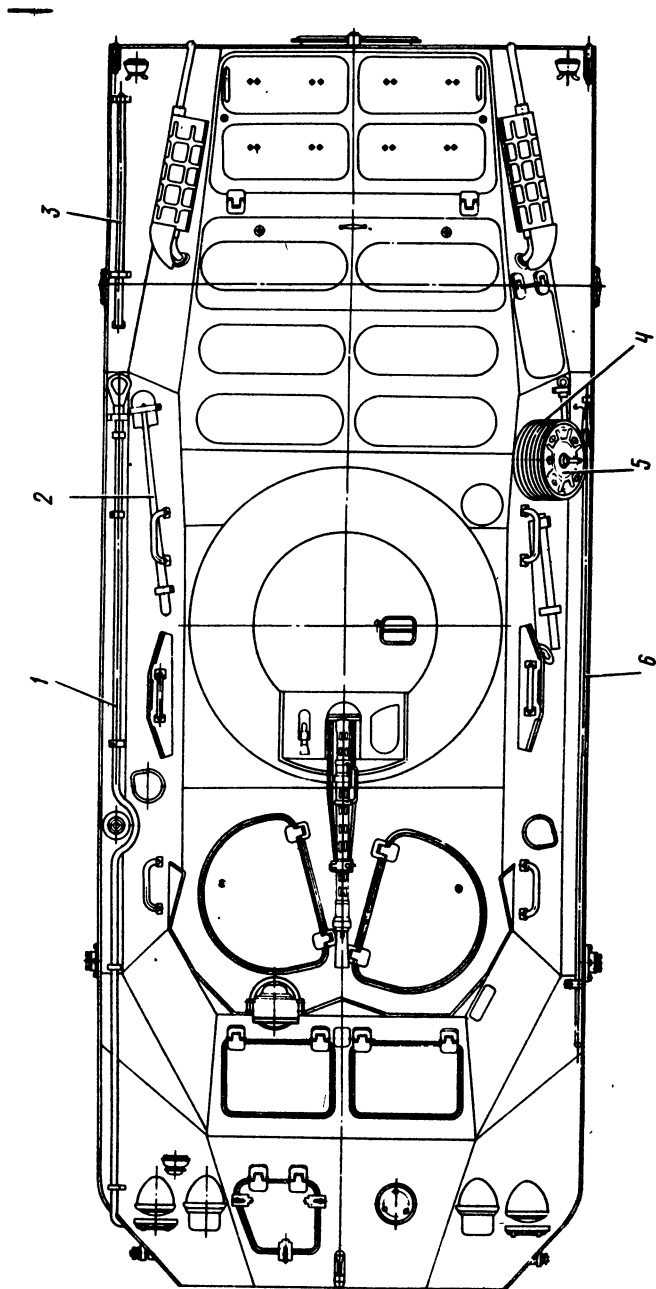

РИС. 242. РАЗМЕЩЕНИЕ ЗИП СНАРУЖИ МАШИНЫ:
1. Убедиться в наличии, исправности и надежности крепления шанцевого инструмента, принадлежностей и другого оборудования (рис. 242, 243)